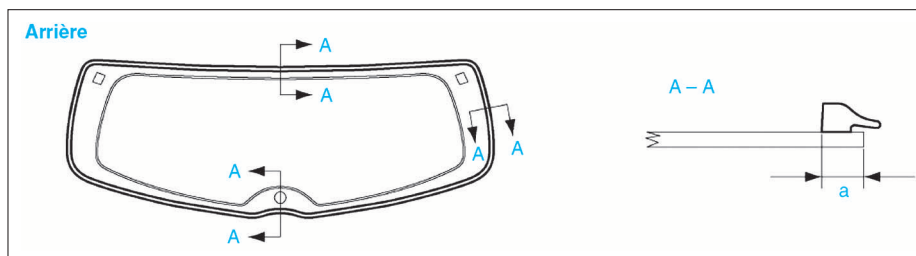

FIG. 13
- Poser la moulure extérieure (Fig.13).